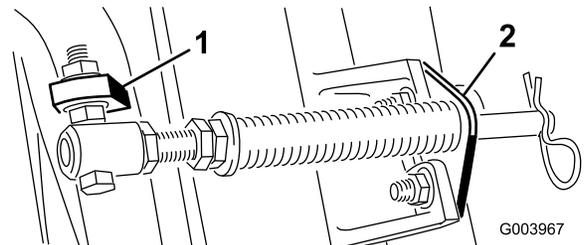

Bild 5
Hinweis: Positionieren Sie den Schraubenkopf zur Außenseite der Nase, wie in **Bild 5** dargestellt.
- D. Montieren Sie die Stangenhalterung mit den Schlossschrauben und Muttern an den Schneideinheitnasen (**Bild 5**).